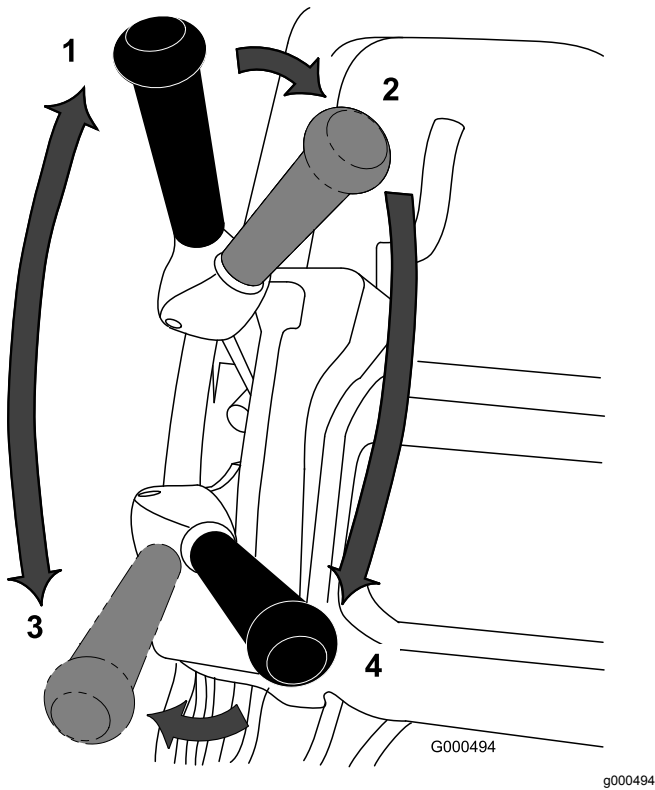

图32
1. 启动发动机将油门设置为低速向下推动手柄以提起滚刀组压低操作员到位控制装置将牵引和滚刀驱动接合杆移至前进行驶位置使机器行驶到果岭的环圈上图32。
2. 将接合杆移至空档位置图32。
3. 将接合杆移至牵引——空档位置和滚刀驱动——分离位置 图32。
4. 将牵引杆移至牵引——前进和滚刀驱动——接合位置 图32 增加油门速度直至机器按照所需的地面行驶速度行驶将机器行驶到果岭上将滚刀组放低到地面上然后开始剪草。